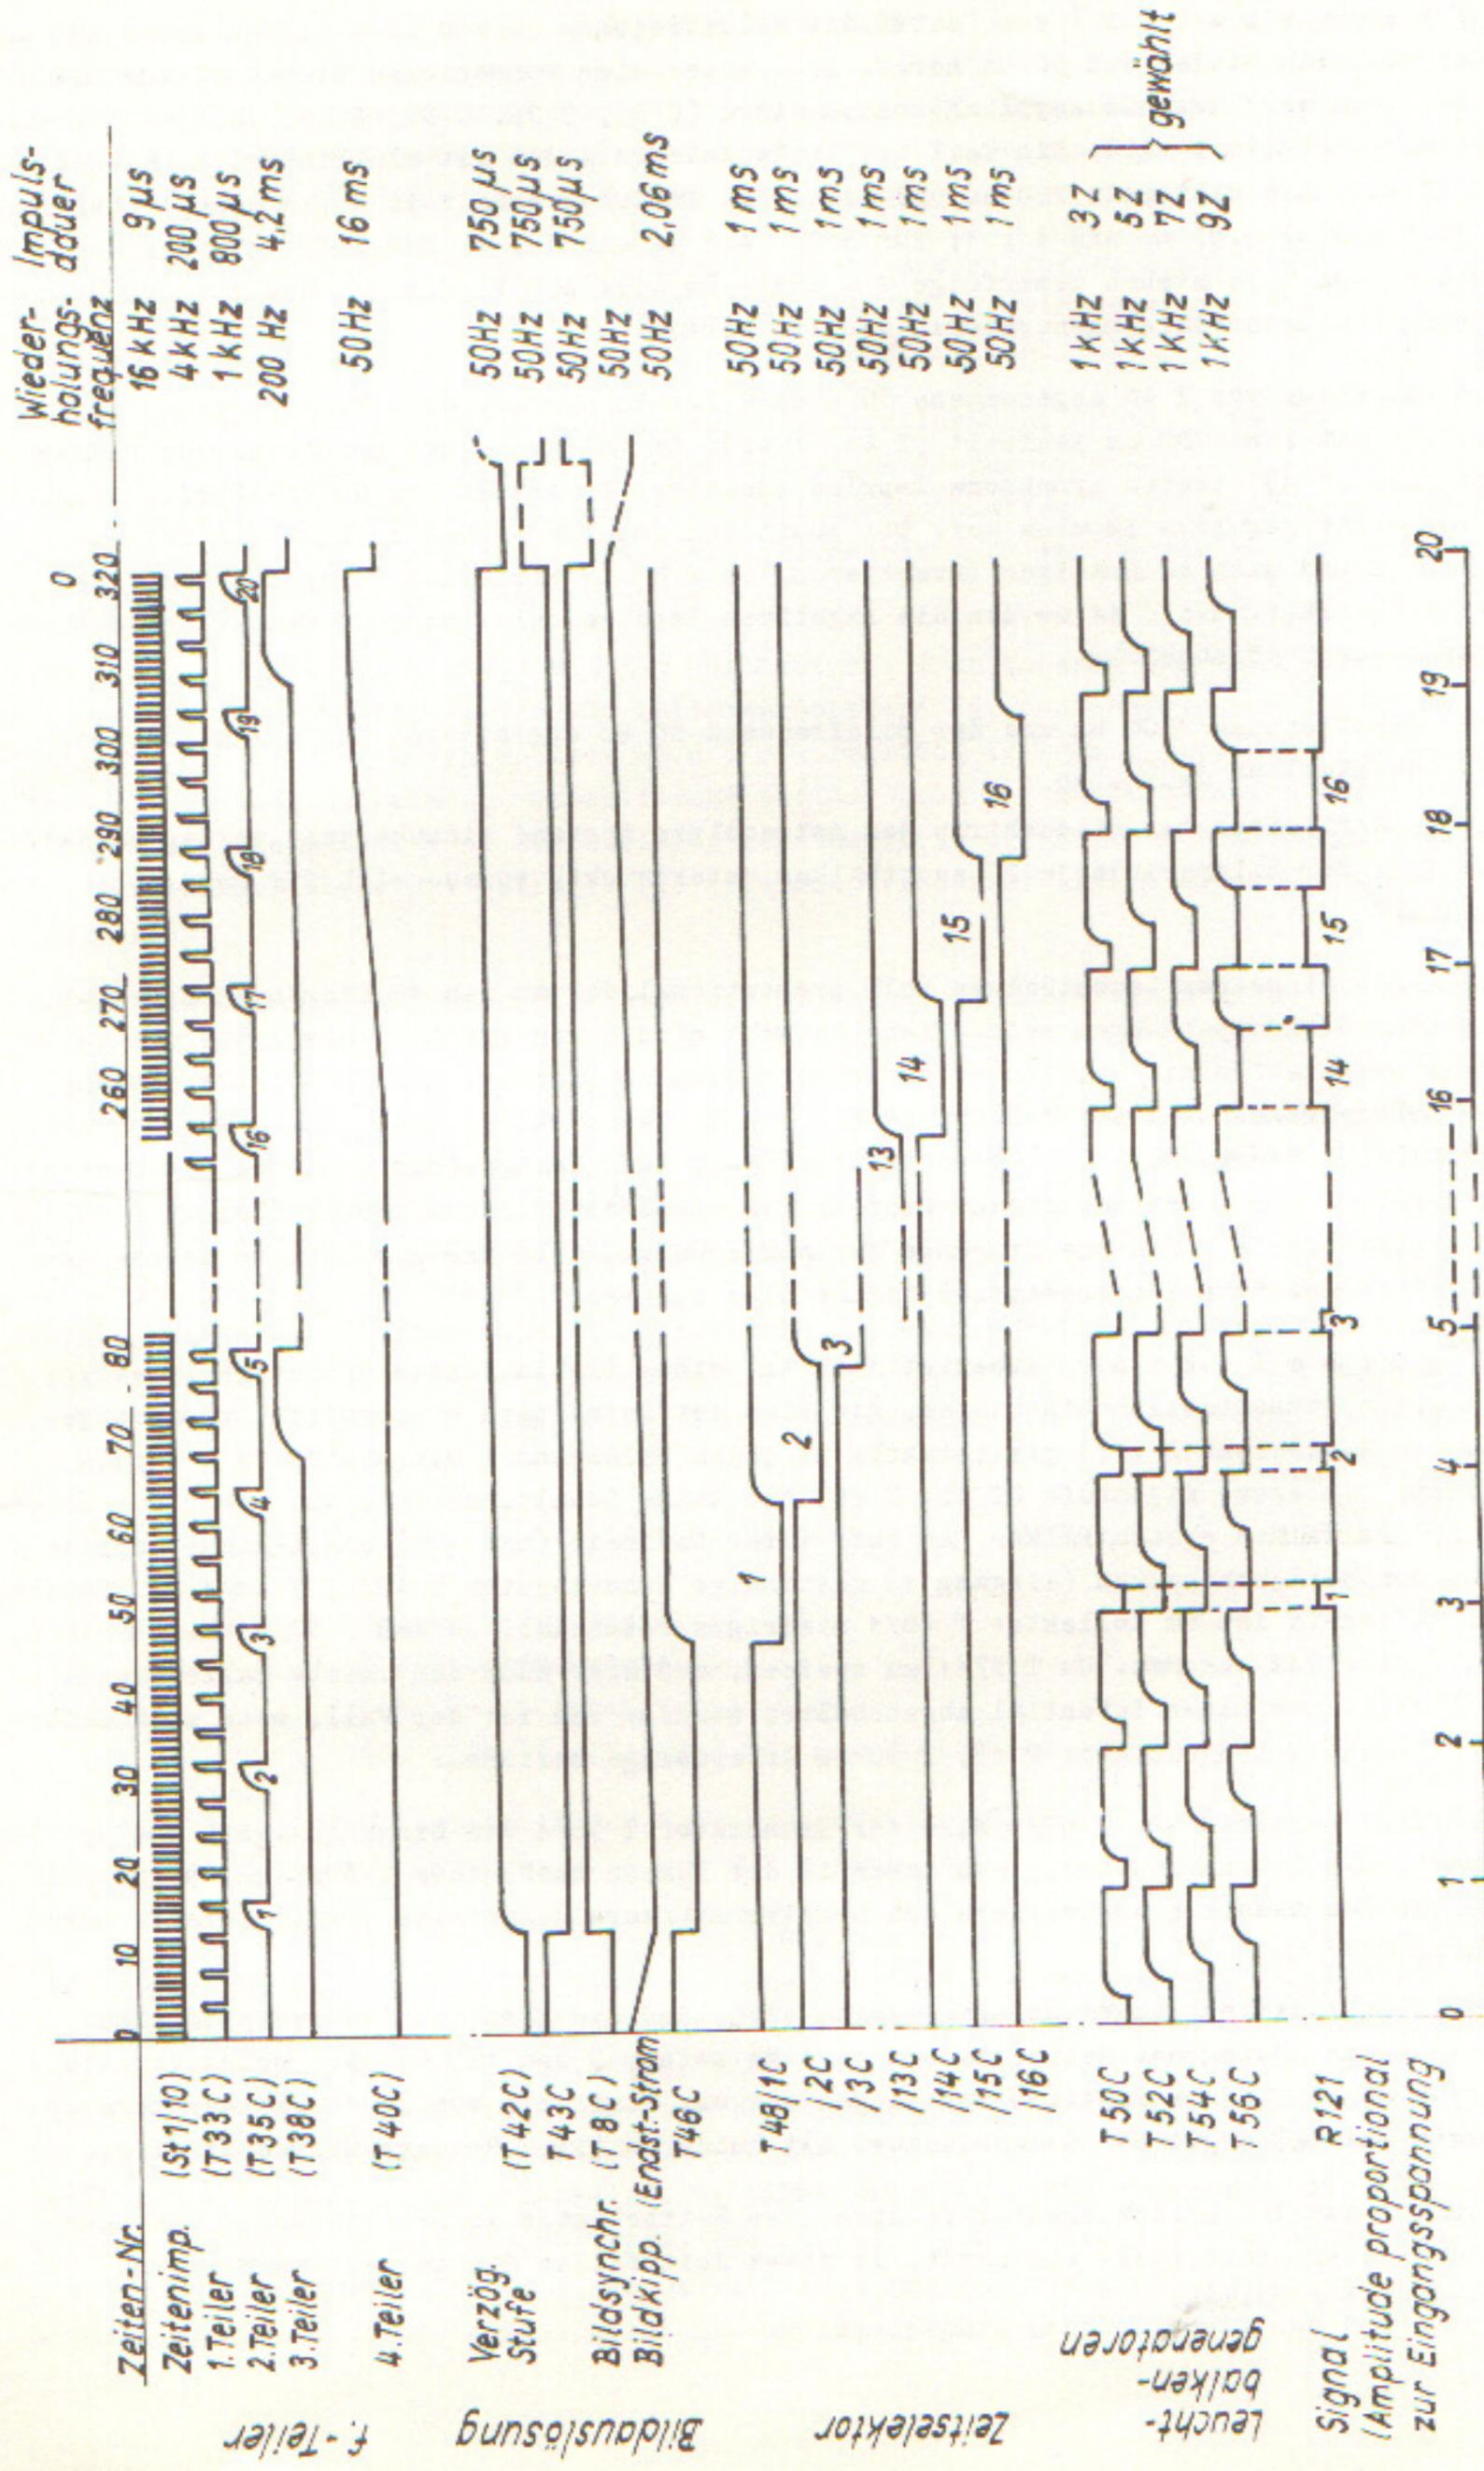

Abb. 3
Die Funktion wird an Hand des Stromlaufplanes 121.281-00 Sp (2) und des Impulsplans (Abb. 3) erläutert. Die Schaltung ist wegen ihres Umfangs in 7 Zeilen zerlegt, die von oben nach unten folgende Baugruppen enthalten: